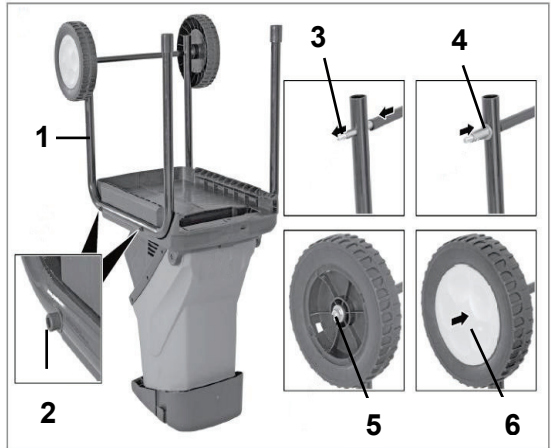

Рис. 2
1. Переверните корпус измельчителя и прикрутите к нему раму (1, рис.2) с помощью винтов (2, рис.2), как показано на рисунке 2.
1. Вставьте ось (3, рис.2) в раму (1, рис.2).
2. Наденьте на ось подкладную шайбу и втулку (4рис.2).
4. Наденьте шайбу и прикрутите колесо гайкой (5, рис.2).
5. Установите на колесо колпак (6, рис.2)